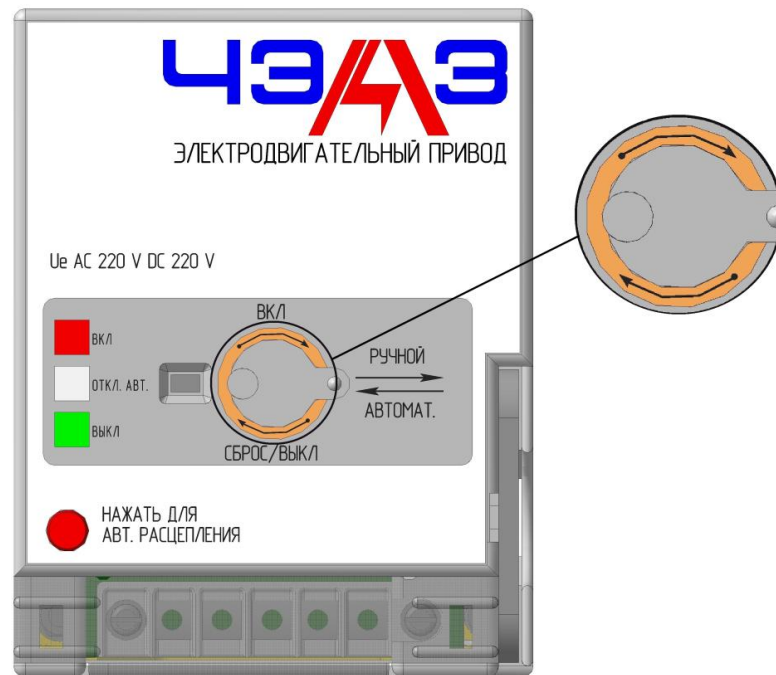

Рисунок 4 – Установка переключателя в положение «АВТОМАТ.»
– установите переключатель в положение «АВТОМАТ.» (см. рисунок 4), тогда автоматически включается внутреннее питание;
- установите переключатель в положение «АВТОМАТ.» (см. рисунок 4), тогда автоматически включается внутреннее питание;
- установите переключатель обратно в положение «АВТОМАТ.» (рисунок 4).